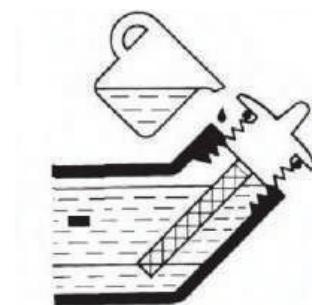

Рис.3. Заправка генератора маслом
- 7.3.2 Залить масло до уровня, указанного на рис.3.